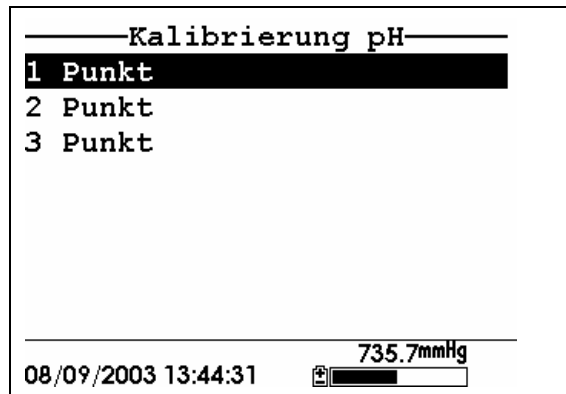

Abbildung 6.12 Kalibrieren-Bildschirm
17. Drücken Sie **Enter**. Dadurch gelangen Sie zum Kalibrieren pH-Bildschirm zurück, siehe Abbildung 6.12 Kalibrieren-Bildschirm.